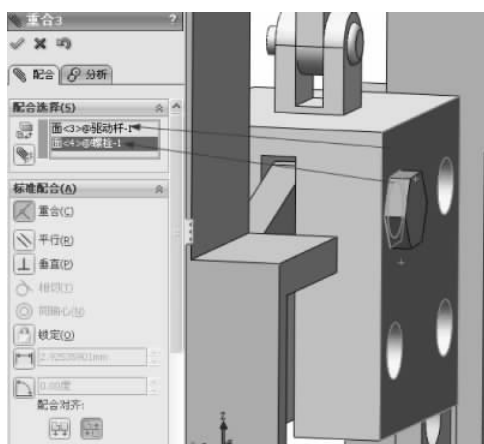

图 3-112 重合配合
(7) 继续进行配合操作,在【标准配合】选项组下选择【重合】配合类型 ,在【配合选择】选项组下的选择框中选择驱动杆侧表面和螺栓一端面,如图 3-112 所示,单击【确定】按钮 ,完成重合的配合。